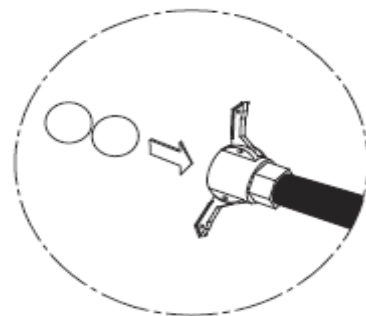

FIG.10
- Insérer dans les tuyauteries encore pleines de matériau deux éponges de lavage et remonter la tuyauterie dans le collecteur (fig.10)